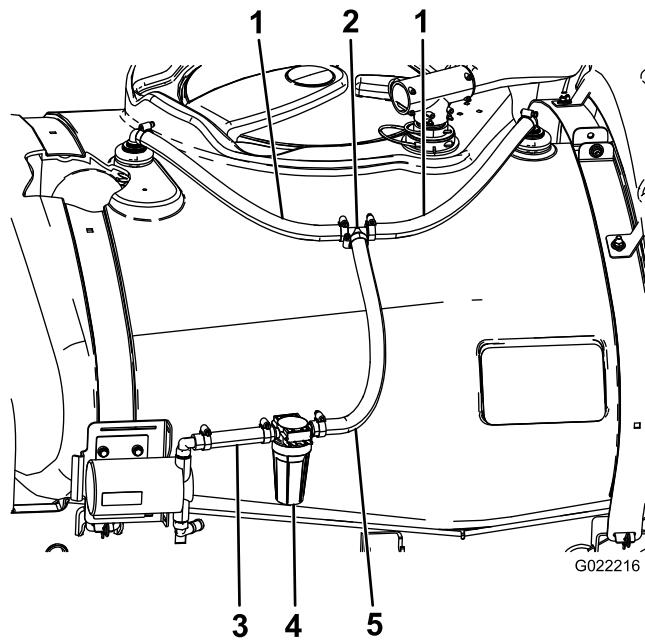

Bild 11
1. Schließen Sie die Schläuche (48 cm) mit zwei Schlauchklemmen an den vorher befestigten Spüldüsen-Schlauchzahnungen an (Bild 11).
- Schließen Sie die losen Enden der Schläuche mit zwei Schlauchklemmen an das T-Anschlussstück an (Bild 11).
- Schließen Sie das lange Ende des Spülfilterschlauchs mit einer Schlauchklemme an das T-Anschlussstück an (Bild 11).
- Schließen Sie das andere Ende des Spülfilterschlauchs mit einer Schlauchklemme an die obere Schlauchzahnung an der Spülpumpe an (Bild 11).